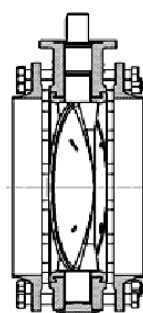

рис. 4
3. Установите заслонку между фланцами, отцентрируйте и установите болты (см. рис. 4).